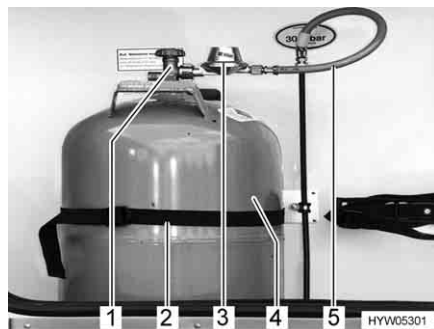

Fig. 80 Vano portabombole
- Chiudere la valvola principale di arresto (Fig. 80,1) della bombola del gas (Fig. 80,4). Osservare la direzione della freccia.
- Svitare manualmente il regolatore di pressione del gas (Fig. 80,3), con il tubo del gas (Fig. 80,5), dalla bombola del gas (filettatura sinistrorsa).
- Allentare le cinghie di fissaggio (Fig. 80,2) ed estrarre la bombola del gas.